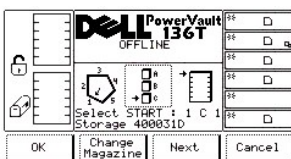

图 39. 命令 > 移动 > 扫描条形码 > 更换磁带箱对话框
- 1 如果按下**下一步**软键下方的按钮，则当前的源参数将从列变为磁带箱，并显示“更换磁带箱对话框”。请参考图 39。